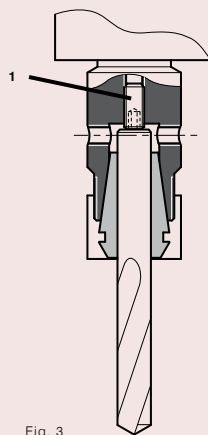

Fig. 3
Tutte le teste registrabili con i mandrini per pinza ER hanno la possibilità, per le operazioni di foratura, di registrare assialmente l'utensile attraverso la vite **1** (Fig. 3), posta sul fondo della sede pinza.
*All adjustable heads with spindle for ER collet have the possibility, for drilling operations, to adjust axial tool length, using screw ref **1** (Fig. 3).*